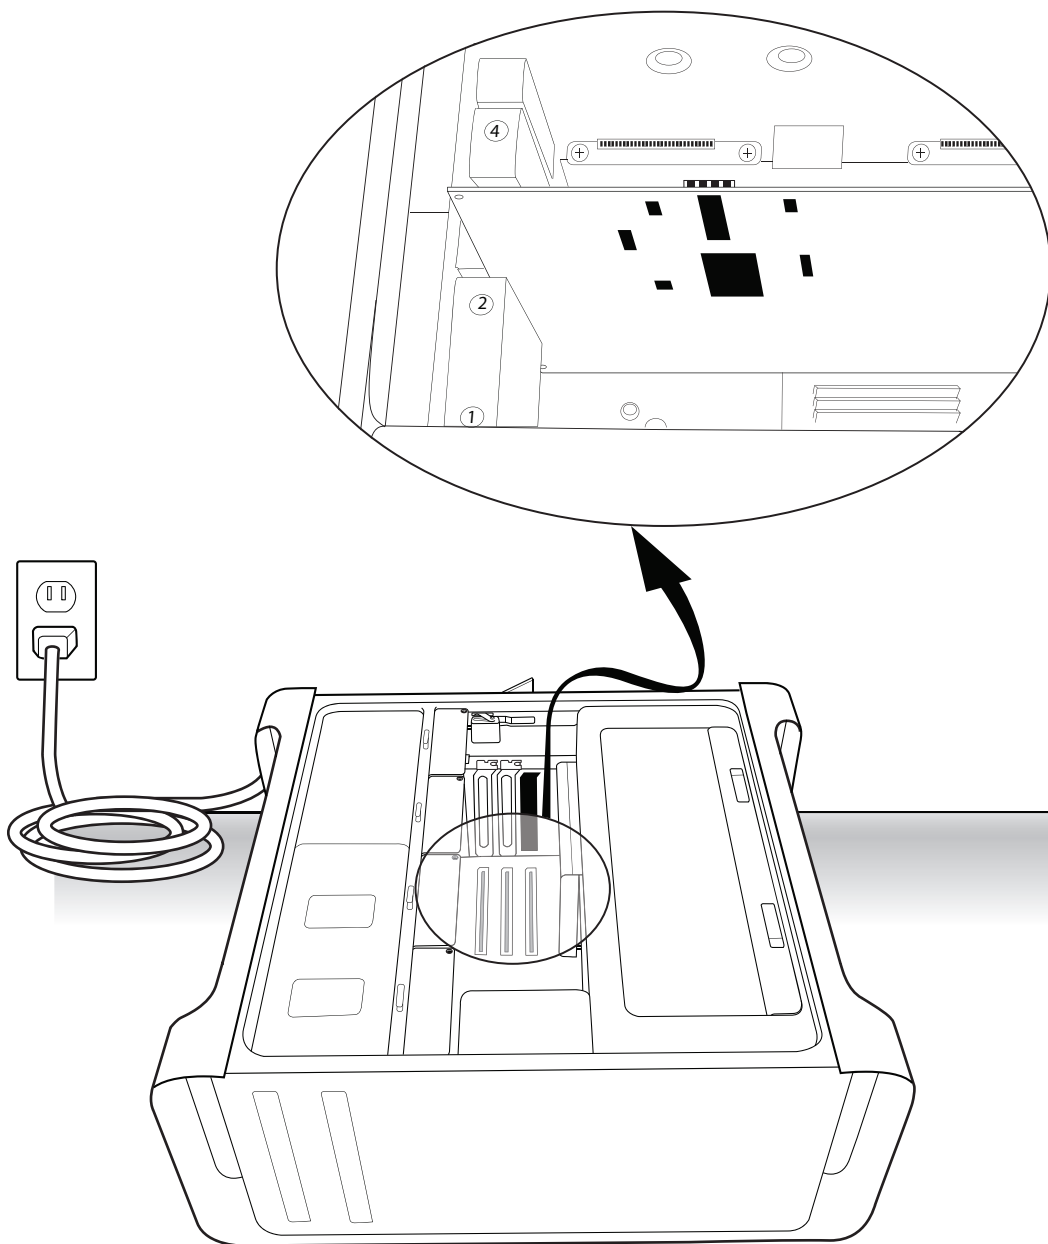

図5 HDXカードを灰色のプラスチックPCIeカード・サポートに差し込む
- カードの後ろを、PCIe スロットの番号が表記されている灰色のプラスチックの PCIe カード・サポートに、慎重に差し込みます (53 ページの図 5 を参照してください)。